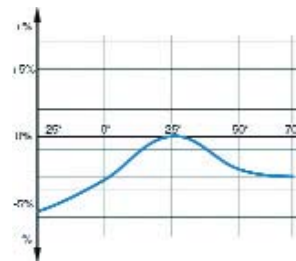

Fig. 1
- Temperaturdrift i afhængighed af tasteafstanden er stærkt reduceret (se fig. 1) og kan i de fleste tilfælde negligeres.